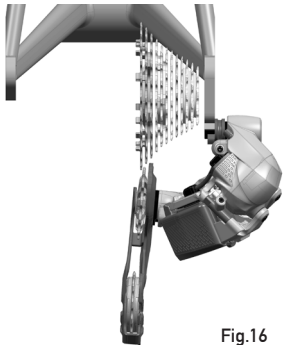

Fig.16
- colocando el cambio en el piñón más grande, observándolo desde la parte trasera, se nota que el balancín tiene la parte inferior demasiado cerca de los radios de la rueda porque la patilla de fijación del cambio probablemente se ha doblado (Fig. 16).